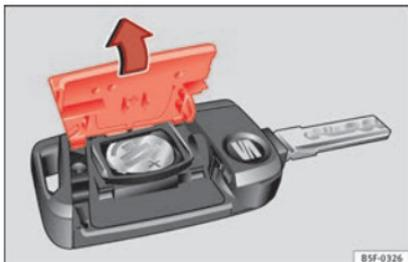

Fig. 93 Llave del vehículo: apertura de la tapa del compartimento para la pila.
- Retire la tapa en la parte trasera de la llave del vehículo » **fig. 93** en la dirección de la flecha » **1**.
- Coloque la tapa tal como se muestra » **fig. 93** y presiónela en la carcasa de la llave del vehículo en sentido contrario a la flecha hasta que encastre.